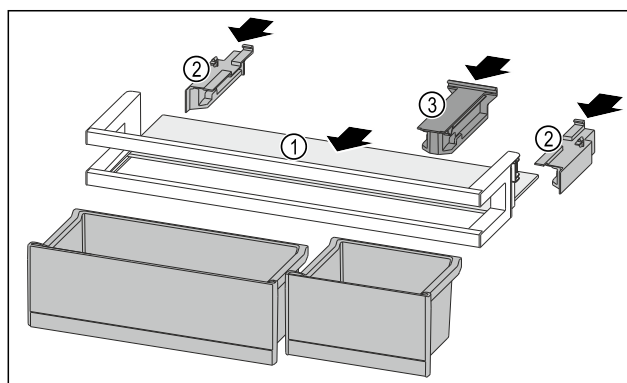

Fig. 93
- Inserire il ripiano Fig. 93 (1) negli incavi laterali.
- Inserire gli elementi laterali Fig. 93 (2).
- Inserire l'elemento di tenuta Fig. 93 (3).